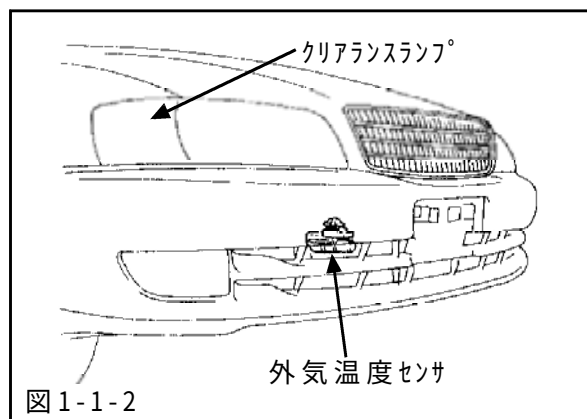

図1-1-2
(図1-1-2)
- (5) 左右のヘッドライトAssyを取外してください。
(6) 外気温度センサを取外してください。(図1-1-2)